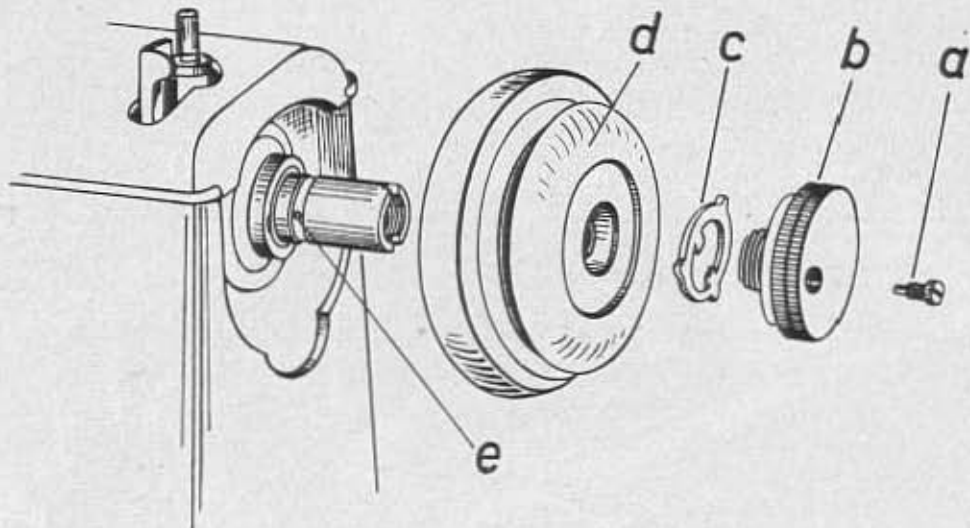

Abb. 99 Abnehmen des Handrades
2. Maschinen mit verstifteter Armwellenbüchse (Abb. 99).